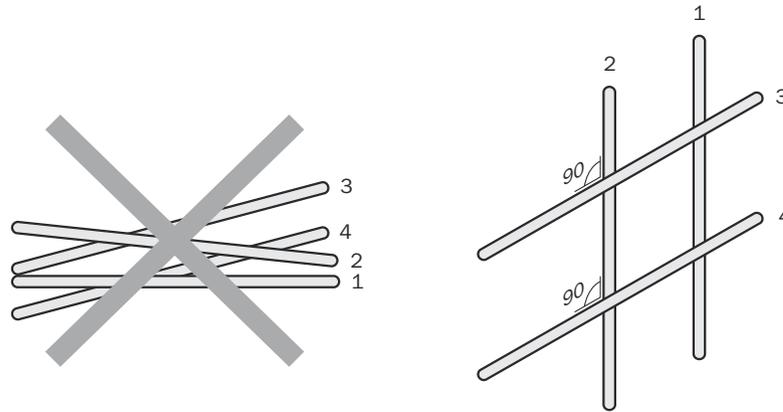

Abbildung 7: Leitungen rechtwinklig kreuzen
- ▶ Leitungen der Gruppen 1, 2 und 3, 4 rechtwinklig kreuzen, siehe Abbildung 7.